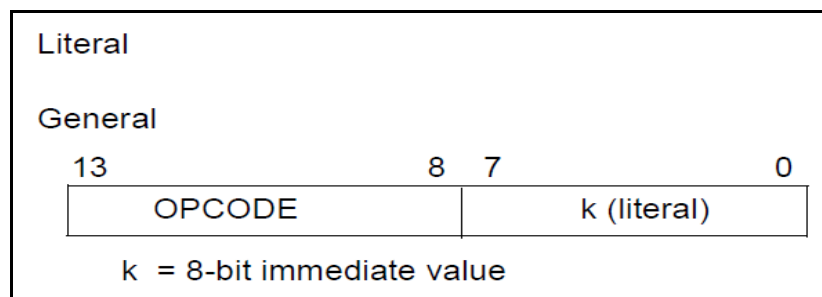

Figure IV.3.
- les instructions **LITTERAL-ORIENTED** (orientées **constante**) : cf. figure IV.3.